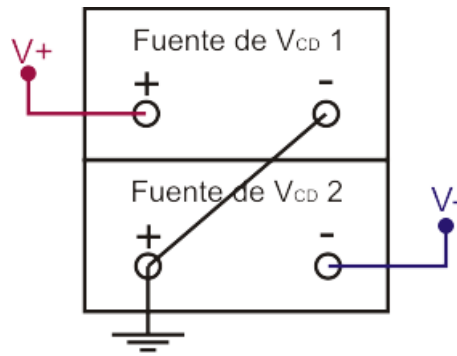

Figura 1
- 1) Realice el arreglo de conexiones para las fuentes de alimentación como se muestra en la figura 1, con este arreglo serán alimentados todos los circuitos que se implementen durante la práctica.